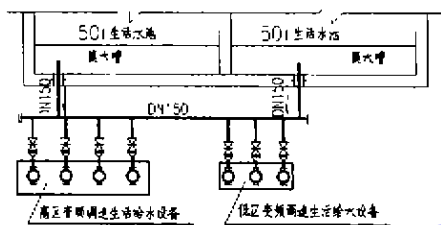

图1 生活水池吸水母管法
本工程生活给水采用变频调速供水,且分高、低两区、仅变频调速供水部分多达7台泵。若按一般作法每台泵单独接自水池,但泵的布置比较困难、且水池壁需预埋很多套管、预埋标高随泵型号不同均不同,施工很困难。所以设计中采用了吸水母管法,即在2个水池底侧壁上各设一根吸水总管,并连通成横总管、两端及中间设置检修阀,分成两段吸水母管,两个分区变频调速供水设备分别从每段母管上各接一台泵如图1所示。吸水母管管径按两个分区合并计算的总设计秒流量来选定,选为DN150,其优点为:④泵房改动(增泵或移位)时水池无需开洞接管、便于施工;⑤泵房不规则时,其接管可前后左右移动,便于布置水泵。